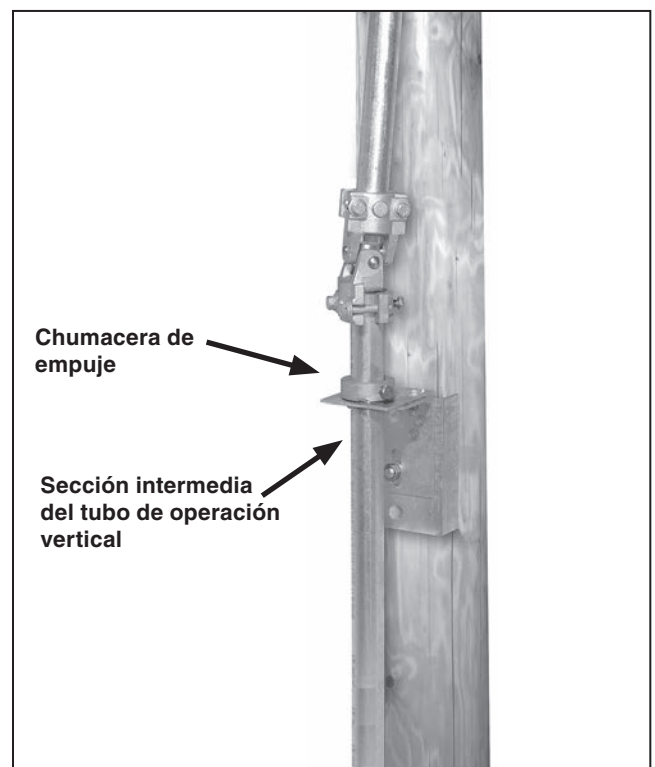

Figura 19. Instalación de la sección intermedia del tubo de operación vertical.
PASO 14. Pase la siguiente sección del tubo de operación vertical hacia arriba por la chumacera guía y después a través de la chumacera de empuje. La chumacera de empuje descansará en la chumacera guía y soportará el tubo de operación. Vea la Figura 19 y también el Detalle G en el plano de montaje.